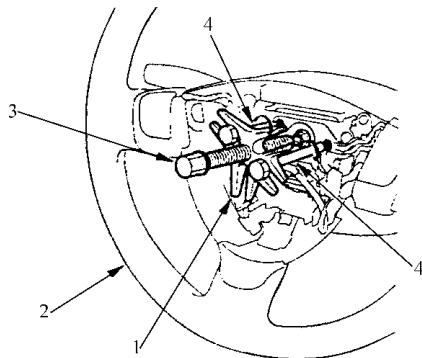

图 7-4 安装转向盘拉拔器
- 4) 在转向盘上，如图 7-4 所示，安装一个转向盘拉拔器。转动拉拔器的压力螺栓，将转向盘和转向柱轴分离。拆卸转向盘时，不要敲击转向盘或转向柱轴。如果拉拔器螺栓旋进轮毂的螺纹超过圈，螺栓将会顶到转向线盘而使其损坏。为此，应在每个拉拔器螺栓上安装一对螺纹间隔为 5 圈的锁紧螺母。